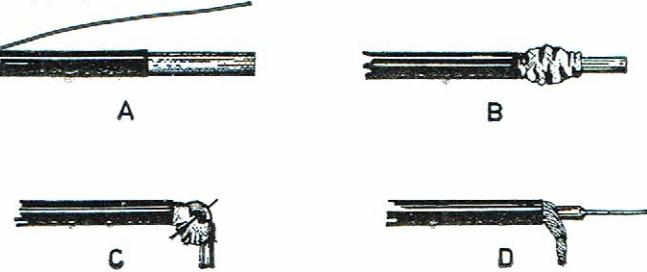

fig. 7
1. Coupez à 2 cm de l'extrémité du fil coaxial la gaine plastique extérieure (fig. 7 A)
2. Repoussez la tresse métallique (blindage) entourant le conducteur central (fig. 7 B)
3. Ouvrez les mailles du blindage et pliez à 90° à cette hauteur de façon à dégager le conducteur central (fig. 7 C)
4. Faites passer une pointe métallique sous l'isolant du conducteur central et dégagerez-le du blindage par l'ouverture des mailles de ce dernier (fig. 7 C)
5. Dénudez le fil central sur une longueur d'un demi cm environ. Allongez la partie vide du blindage et étamez-en l'extrémité en utilisant une pince tenant lieu de shunt thermique entre le fer à souder et le câble blindé (fig. 7 D)